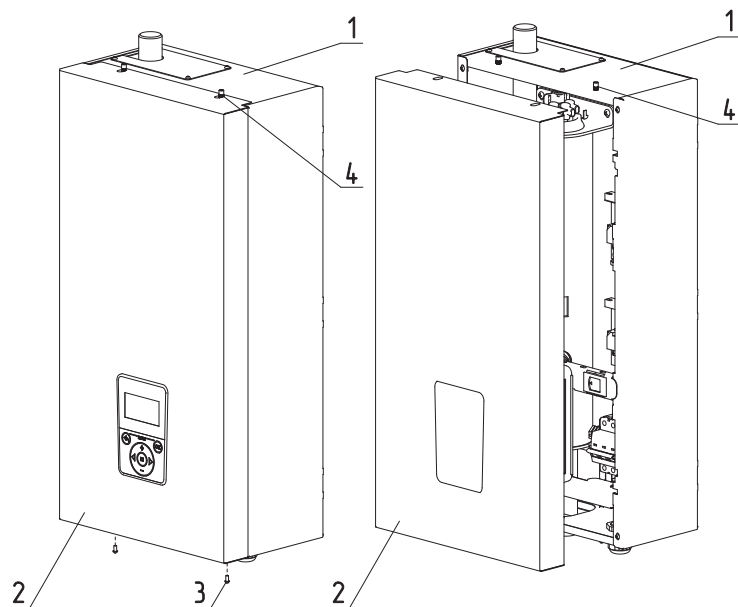

Рис.5 Снятие кожуха
- выкрутить болты крепления (**Рис.5, поз.3**);
- переместить кожух вверх, сняв с зацепов (**Рис.5, поз.4**);